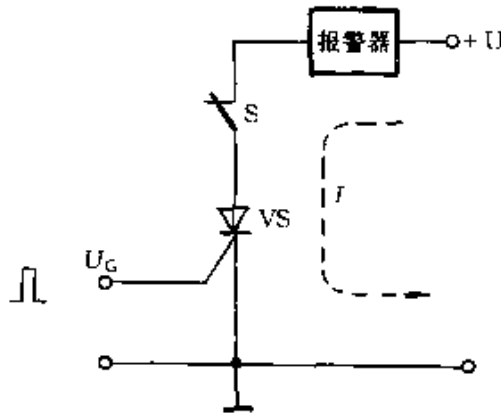

图 2-266
① 晶体闸流管可以用作无触点开关。图 2-266 所示为报警器电路,当探头检测到异常情况时,输出 - 正脉冲至控制极 G,晶闸管 VS 导通使报警器报警,直至有关人员到场并切断开关 S 才停止报警。